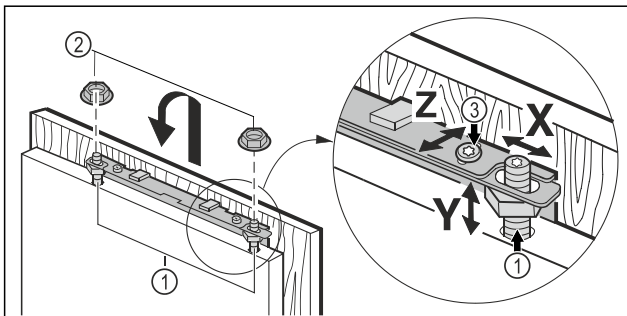

Fig. 46
- Varni derën e mobilies në bulonat e rregullimit Fig. 46 (1) dhe pastaj vidhosni sërish lirshëm kundërdadot Fig. 46 (2) në bulonat e rregullimit.
- Nivelimi i derës së mobilies në lartësinë Y dhe në përrësinë anësore: Rregulloni bulonin e rregullimit Fig. 46 (1) me një kaçavidë.
- Shtrëngoni kundërdadot Fig. 46 (3).